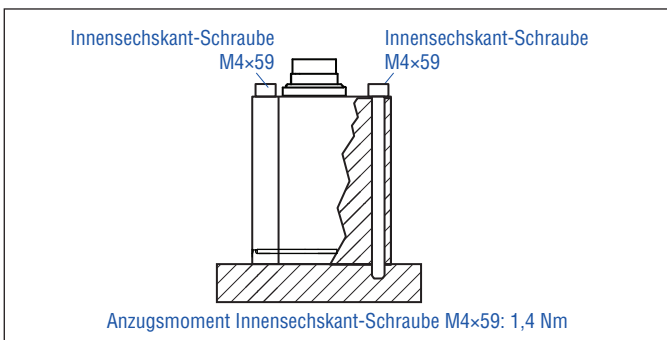

Abb. 15: Befestigung mittels Innensechskant-Schrauben M4x59
- Montieren Sie das Sensorelektronikgehäuse über die 3 Innensechskantschrauben M4x59 aus unmagnetischem Material. Anzugsmoment: 1,4 Nm (Abb. 15). Sichern Sie die Schrauben vor dem Wiedereinbau, z.B. mit Loctite 243.
- Montieren Sie das Sensorelektronikgehäuse über 3 Innensechskantschrauben M4x59 aus unmagnetischem Material. Anzugsmoment: 1,4 Nm (Abb. 15). Sichern Sie die Schrauben vor dem Wiedereinbau, z.B. mit Loctite 243.